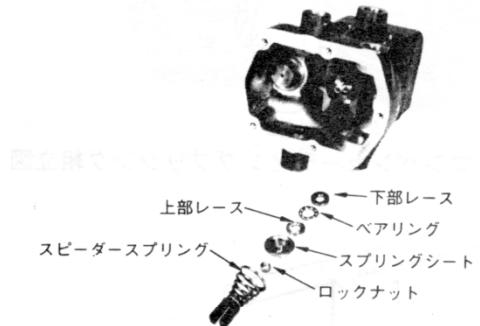
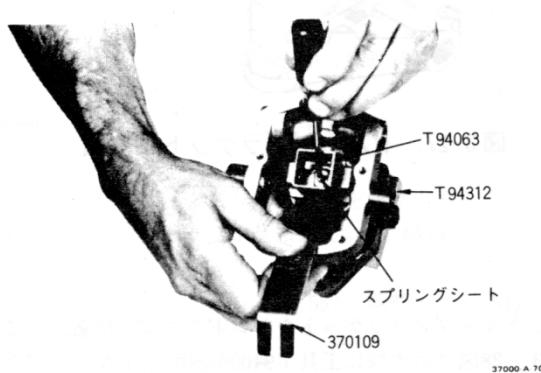

図3-19. スラストベアリングとスピーダースプリング部品図
図 3-22. パイロットバルブ
15. スラストベアリング(39)、スプリングシート(40)、ナット(41)とスピーダースプリング(42)を組む。図3-19～図3-22を参照。ベアリングはオープン側を下向きにすること。
18. パイロットバルブプランジャーを図 3-22 に示した工具を使用してセンタリングする。(参考としてのみ読むこと)